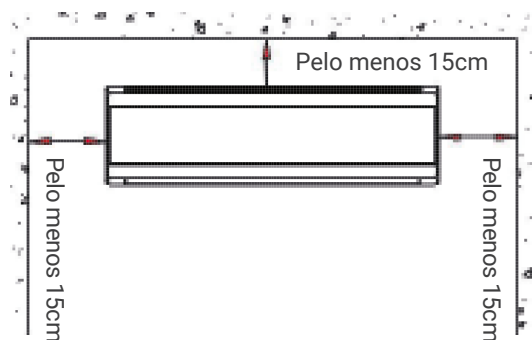

Fig.1
- Assegure-se da distância exigida na Fig.1.
- A parte posterior da unidade interior deve ficar junto à parede (Fig.1)